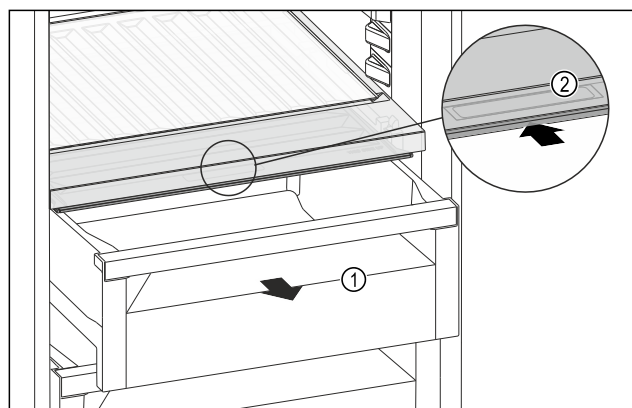

Fig. 215
- ▶ Wyciągnąć szufladę Fig. 215 (1).
- ▶ Chwycić uchwyt wpuszczany Fig. 215 (2) na pokrywie komory i przesunąć pokrywę jednocześnie do tyłu.